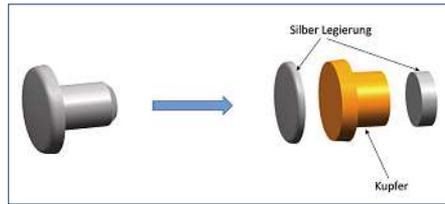

Bild 2: Ersatz des massiven Kontaktmaterials durch einen Trimetall-Kontaktmaterial.
- Weg von Massivkontakten – hin zu plattierten Kontakten, wie dem in Bild 2 dargestellten Trimetall-Kontaktmet
weise aus massivem Kontaktmaterial. Beim HF115FK ist dies ein Trimetall-Kontaktmaterial wie in Bild 2.